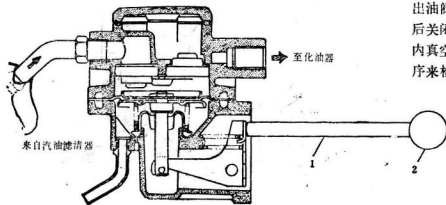
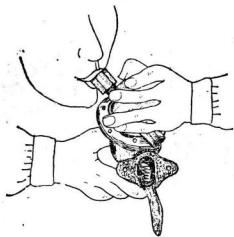

图1-12 天津大发TJ110型汽车汽油泵
图1-13 用舌尖舔住油管检查密封性
(4) (图1-12) 为天津大发TJ110微型汽车汽油泵。检查进、出油阀门的密封情况, 往进油口吹气, 确认阀门为开启状态, 然后关闭。再从进油口吸气时用舌尖舔住油管应能利用密封的管道内真空, 将舌头吸住 (图1-13) 呈现无泄漏现象。利用相反的程序来检查出油口。